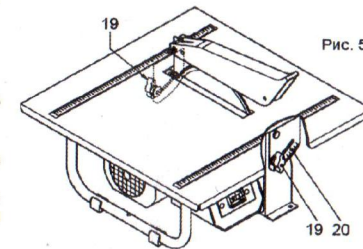

Рис. 5
Регулировка угла реза (См. Рис.5)
- Ослабьте ручки фиксации (19) (См. Рис.5) стола.
- Установите нужный угол, ориентируясь по шкале (20).
- Зафиксируйте положение рабочего стола, крепко затянув ручки фиксации (19).